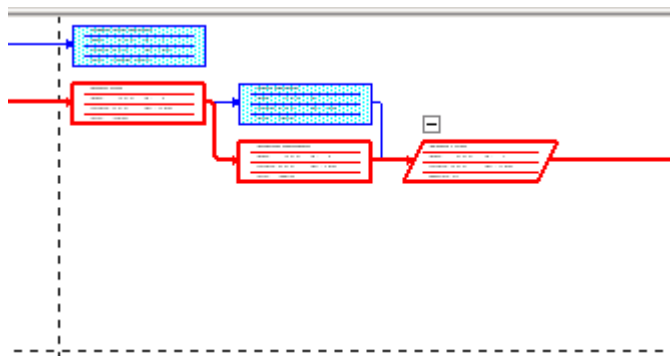

Рис. 38. Представление – Сетевой график
- Нажмите кнопку **Сетевой график** на панели представлений – **Вид, Сетевой график**. Наш проект появится на экране в виде сетевой диаграммы (рис. 38).